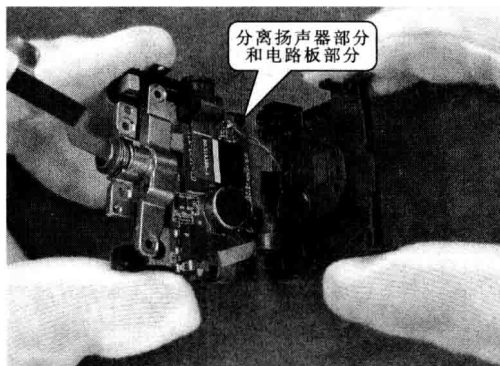

图 1-26 拆卸步骤②⑥
步骤②⑥ 用手将扬声器和电路板部分进行分离,即看到摄像头、扬声器等器件,如图1-26所示。